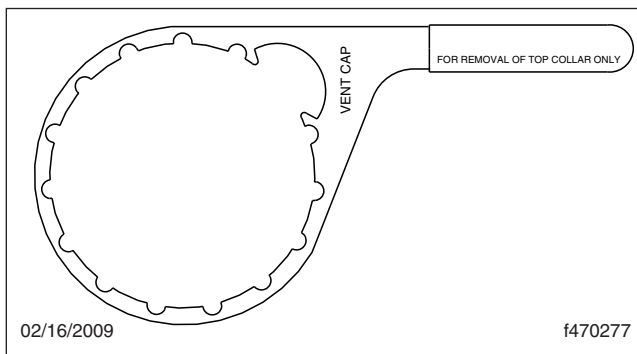

Figura 13.3, Llave para collar DAVCO
3. Con una llave para collar DAVCO, mostrada en la (**Figura 13.3**), retire la cubierta transparente y el collar.